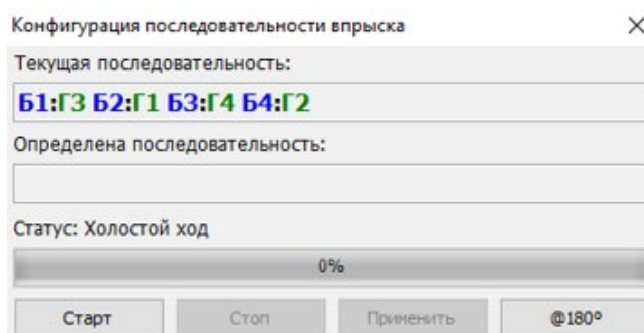

Рисунок 13 Автоматическая настройка последовательности впрыска
- **Конфигурация** – открывшееся новое окно (Рисунок 13) позволяет автоматически проверять и изменять последовательность впрыска газа. При каждом нажатии кнопки «@xx» происходит опережение последовательности на данный угол «xx» относительно действующих настроек. Эта операция учитывает реальную последовательность впрыска бензина и конфигурацию банков цилиндров. Если кнопка «@xx» неактивна, значит блок управления не обнаружил последовательность впрыска бензина, то есть или двигатель выключен, или это двигатель не с последовательным впрыском,